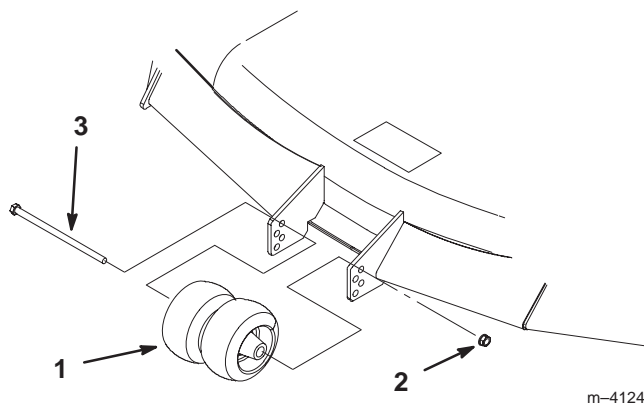

Bild 26
2. Nach Einstellen der Schnitthöhe entfernen Sie Schraube und Mutter (Bild 26).
3. Wählen Sie eine solche Höhe, bei der die Radstelze der gewünschten Schnitthöhe so nahe wie möglich ist (Bild 26).
4. Setzen Sie die Schraube, mittleren Rollen und Mutter wieder ein (Bild 26).